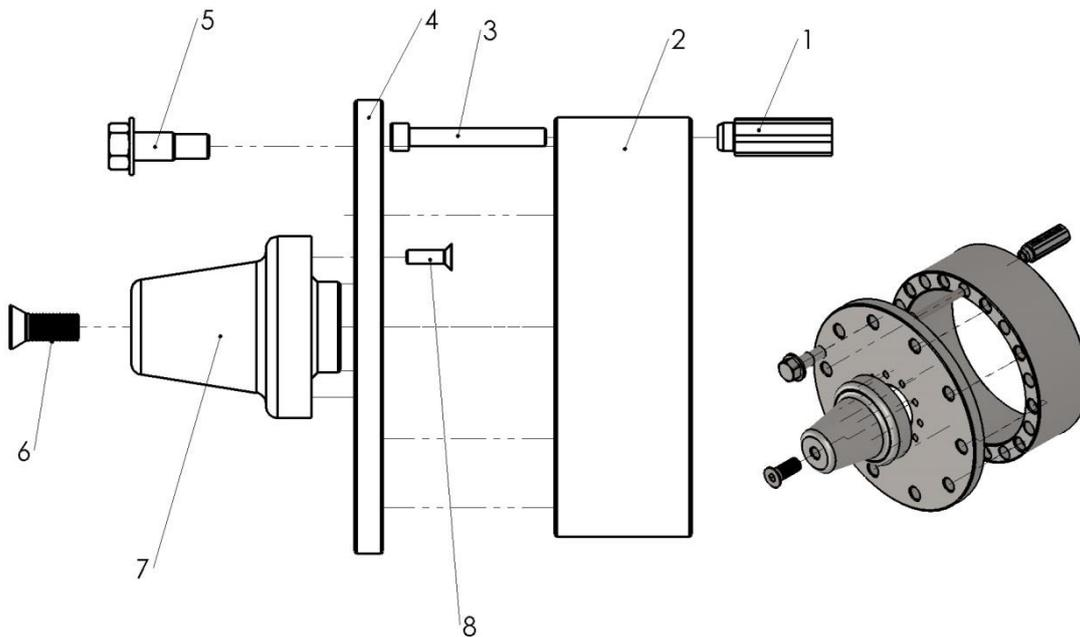

Abbildung 13: Felgenadapter-Einheit
4. Verbindungsschrauben [3] mit U-Scheiben [2] durch den Felgenadapter in die Gewindeadapter [1] stecken (vgl. Abbildung 13) und mit 250Nm anziehen.
Zum Wechsel der Felgenadapter-Einheit gegen eine Felgenadapter-Einheit mit anderem Lochkreis sind folgende Arbeitsschritte notwendig (vgl. Abbildung 13)